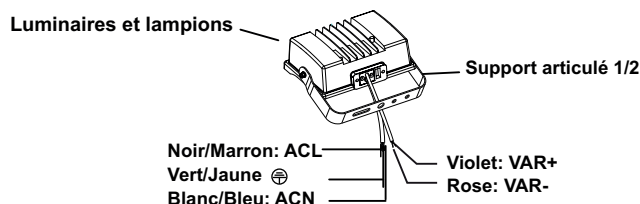

Fig. 9
- 7.) Connectez les fils d'entrée CA du support de montage aux fils d'alimentation électrique (**Fig. 9**).